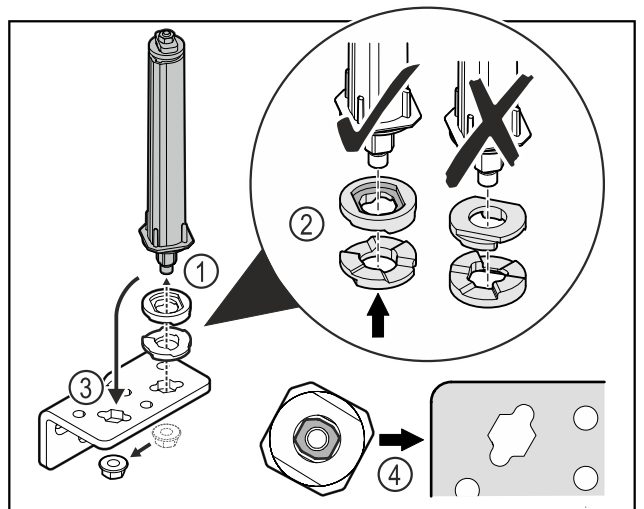

Fig. 41
- Dévisser l'écrou et retirer le système de fermeture de porte Fig. 41 (1).
- Veiller à ce que les rondelles de réglage de la hauteur soient correctement orientées Fig. 41 (2).
- Mettre le système de fermeture de la porte dans l'autre trou de l'équerre de charnière et le fixer avec l'écrou Fig. 41 (3).
- Lors de la mise en place, veiller à bien orienter le système de fermeture de porte Fig. 41 (4).